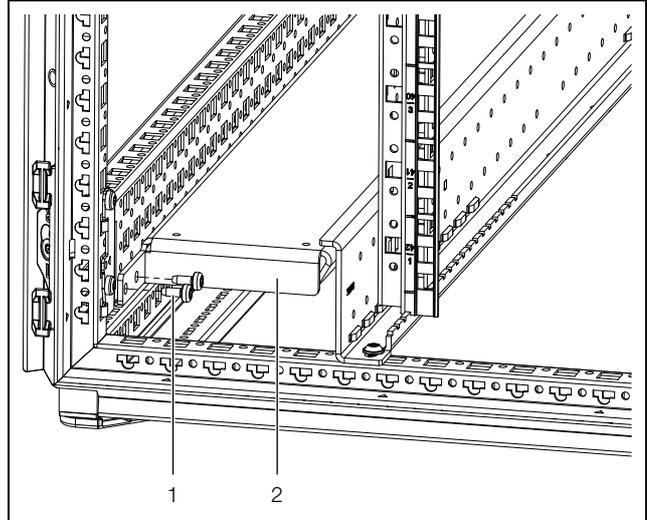

Abb. 13: Vordere Befestigung der Schiene
- Befestigen Sie die Schiene zur Montage der LCU CW ganz vorne am unteren System-Chassis (vgl. Abb. 13). Die Einbauschiene wird über die beiden Laschen vorne und hinten mit jeweils 2 Schrauben am unteren System-Chassis fixiert.